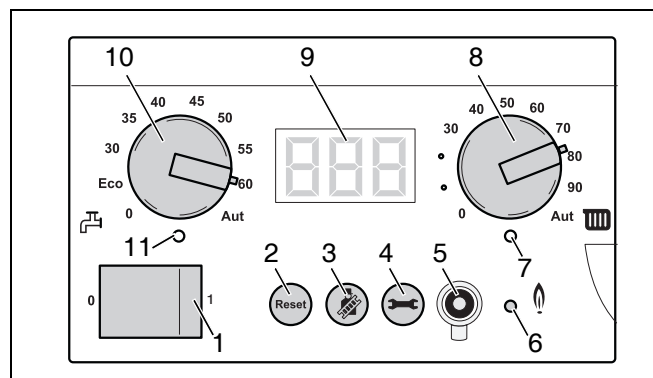

Fig. 50 Regolatore di base BC10
Con l'interruttore di esercizio (fig. 50, pos. 1) è possibile accendere e spegnere la caldaia.
In caso di guasto, può essere necessario riavviare la caldaia con il tasto "Reset" (fig. 50, pos. 2).
Con il tasto "Spazzacamino" (fig. 50, pos. 3) è possibile portare la caldaia in prova di combustione, modalità assistenza e in modalità d'esercizio manuale.
Durante le modalità sopra descritte (prova di combustione, modalità di assistenza ed esercizio manuale) è sempre valida una temperatura massima dell'acqua di riscaldamento della caldaia. Questa temperatura corrisponde alla temperatura impostata con il pomello girevole "Massima temperatura acqua caldaia" (fig. 50, pos. 8) del regolatore di base BC10.
- Mediante la manopola "Temperatura massima caldaia" (fig. 50, pos. 8), limitare la temperatura massima dell'acqua della caldaia alla temperatura di mandata consentita del circuito del riscaldamento a pannelli radianti (per lo più al massimo 40 °C).
Mediante il tasto "Indicazione di stato" (fig. 50, pos. 4), è possibile visualizzare sul display la temperatura attuale dell'acqua della caldaia, la pressione attuale dell'impianto etc. Vedere anche tab. 17, „Valori del display“, pag. 75, tab. 18, „Impostazioni visualizzate sul display“, pag. 75 e tab. 19, „Codici display“, pag. 76.